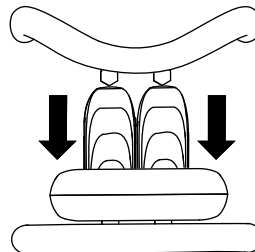

Figura 7
- Para andar para trás, empurre o controlo de tração para trás (Figura 7).